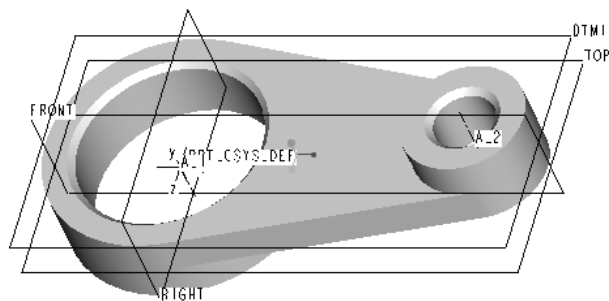

图 3.41 最终生成的零件情况
Step 8 单击【保存的视图列表】按钮，选取【默认方向】命令，查看生成的零件特征，其结果如图 3.41 所示。